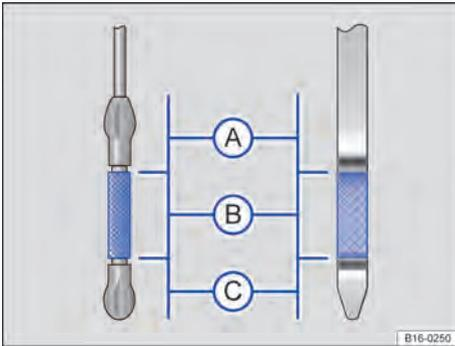

Fig. 173 Varetas de medição do óleo do motor com marcas de nível de óleo do motor.
7. Retirar novamente a vareta de medição do óleo e ler o nível no óleo do motor na vareta de medição ⇒ Fig. 173 da seguinte maneira:
- No final do processo de abastecimento do óleo, o nível do óleo do motor deve estar, ao menos, no meio da área ⇒ Fig. 173 Ⓑ, mas jamais acima de Ⓑ ⇒ Ⓓ.
Em caso de alta demanda do motor, o nível do óleo do motor deve estar na área superior aprovada ⇒ Fig. 173 (A), como, por exemplo, em longas conduções por estradas durante o verão ou durante travessias de montanhas. <